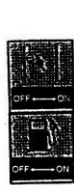

Fig. 10 (1) Leva dello starter
- 2) Chiudere la leva dello starter. (Fig. 10)